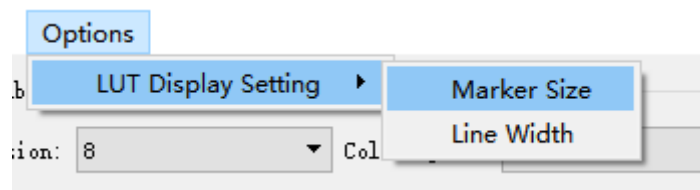

图2-6-8
6.Options：支持LUT的显示设置，可以调整标记点的大小及线宽，如图2-6-8所示。